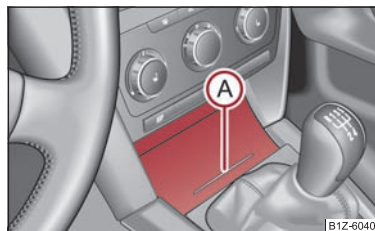

Fig. 73 Consolle centrale anteriore: scomparto portaoggetti
- Premere la parte inferiore dello scomparto portaoggetti nella zona Ⓐ ⇒ fig. 73 per aprire il coperchio.